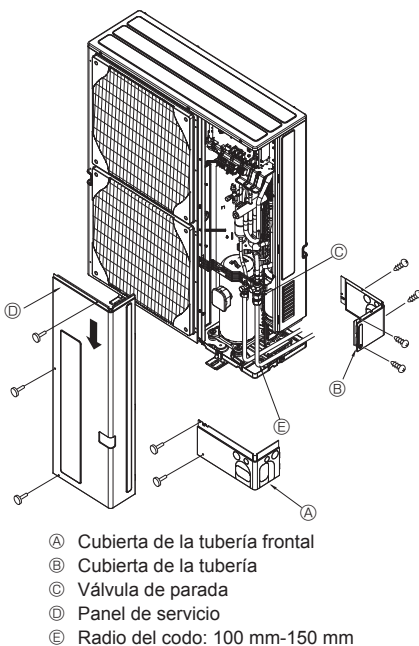

Fig. 4-4
4.3. Tubos de refrigerante (Fig. 4-4)
- ① Realice las conexiones de los tubos de refrigerante de la unidad interior/exterior con la válvula de parada de la unidad exterior completamente cerrada.
- ② Purgue el aire del sistema por succión en la unidad interior y tubos de conexión.
- ③ Tras conectar las tuberías de refrigerante con la unidad interior, compruebe que no haya fugas de gas. (Consulte apartado 4.4. Prueba de fuga de gas del tubo de refrigerante.)
- ④ En el puerto de servicio de la válvula de parada se utiliza una bomba de vacío de alto rendimiento que permite mantener el vacío durante un tiempo adecuado (al menos una hora tras alcanzar -101 kPa (5 milímetros de mercurio)) para secar por vacío el interior de las tuberías. Siempre compruebe el grado de vacío en el manómetro. Si queda humedad en la tubería, en ciertos casos no se alcanzará el nivel de vacío aplicando vacío durante poco tiempo. Tras el secado por vacío, abra completamente las válvulas de parada (tanto las de líquido como las de gas) de la unidad exterior. Esta operación le permitirá conectar completamente las líneas refrigerantes de las unidades interiores y exteriores.